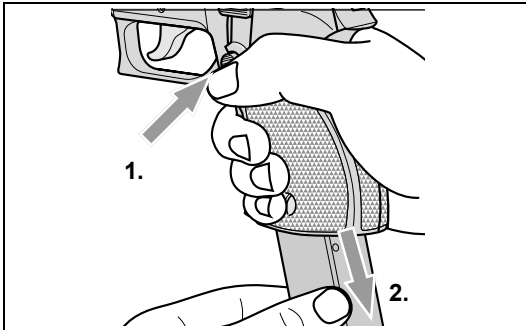

Abb. 2, Magazin entfernen
1. Leeres Magazin entfernen (siehe Abb. 2).
3. Magazinhalter **43** betätigen und Magazin entfernen (siehe Abb. 2).
- Magazinhalter **43** betätigen und Magazin entfernen (siehe Abb. 2).